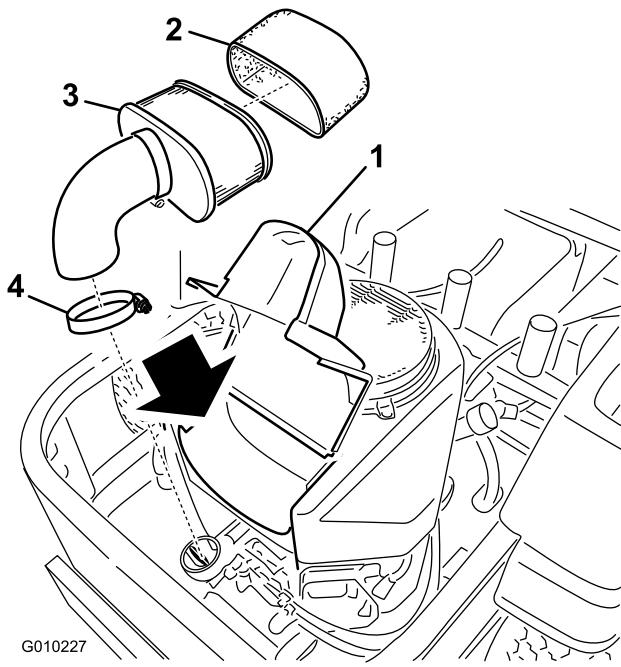

Figura 38
3. Pulite intorno al filtro dell'aria per evitare che la morchia possa penetrare nel motore provocando gravi danni. Allentate le due manopole di plastica presenti sul coperchio e rimuovete il coperchio del filtro dell'aria (Figura 38).
4. Togliete con cautela l'elemento in schiuma sintetica dall'elemento di carta (Figura 38).
5. Svitate il dado ad alette e togliete l'elemento di carta (Figura 38).